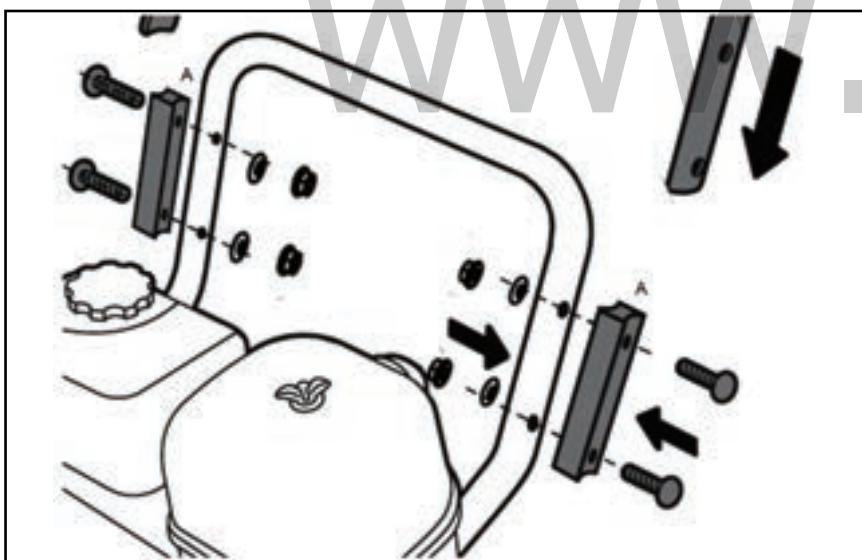

Рис. 3
2. Соединить верхний рычаг управления с нижним, используя крепежный болт с гайкой и шайбой из комплекта поставки, установив скобу (Рис. 3A) между двумя рычагами. Затянуть соединение ключом из комплекта поставки (Рис. 3).